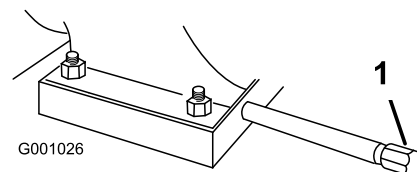

Bild 52
1. Reinigen Sie den Bereich um die Ablassschraube (Bild 52).